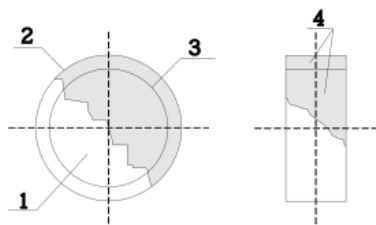

рис. 2
**Захист користувачів комп'ютерів від впливу торсіонного поля.** Негативний вплив лівого торсіонного поля можна суттєво зменшити при застосуванні захисного пристрою, розробленого в Національному технічному університеті України – Київському політехнічному інституті [3]. Принцип дії пристрою базується на ідеї часткового розсіювання та відхилення ЛТП після його взаємодії з правим торсіонним полем, згенерованим захисним пристроєм. Цей пристрій складається щонайменше з двох концентричних циліндрів однакової висоти. Простір між циліндрами заповнено полімером (рис.2), де 1 – верхня накривка; 2,3 – концентричні циліндри; 4 – біополімер.